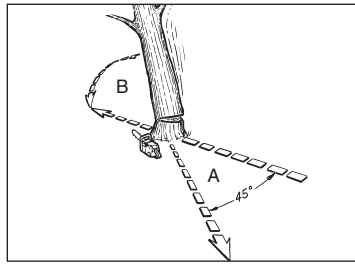

Abb. 12
ACHTUNG: Vor dem Schneiden sollte ein Rückzugspfad (A) geplant und freigelegt werden. Der Rückzugspfad sollte nach hinten und diagonal zur Rückseite der erwarteten Fallrichtung verlaufen, wie in Abb. 12 dargestellt ist.
ACHTUNG: Wenn der Fällschnitt sich dem Ankerpunkt nähert, beginnt der Baum zu fallen. Sobald der Baum zu fallen beginnt, ziehen Sie die Säge aus dem Schnitt heraus, stoppen Sie den Motor, legen Sie die Kettensäge ab und verlassen Sie den Bereich über den Rückzugspfad (Abb. 12).